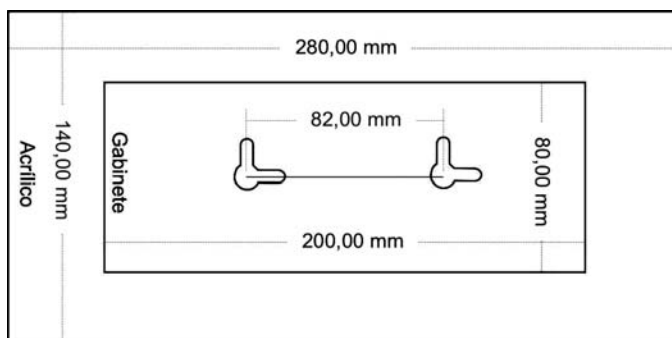

Figura 2: Vista inferior luminária SLE-0610.
1. Fixar a luminária pela furação ilustrada na figura 2.